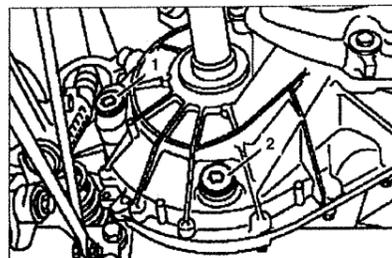

Рис. 1.31. Замена масла в механической коробке передач. 1. Заливная пробка, 2. Сливная пробка.
1. Протрите поверхность возле сливной **2** и заливной **1** пробки (см.рис.1.31).